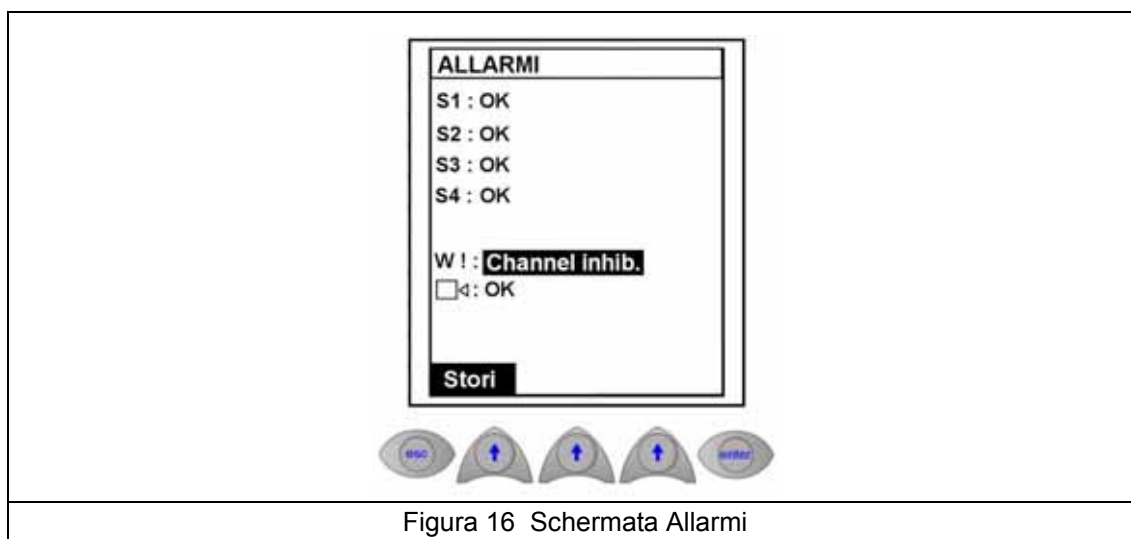

Figura 16 Schermata Allarmi
- **Allarme** - questa opzione lampeggia sullo schermo se sono stati impostati degli allarmi. Selezionarla per visualizzare la schermata degli allarmi, illustrata nella Figura 16 a pagina 58.